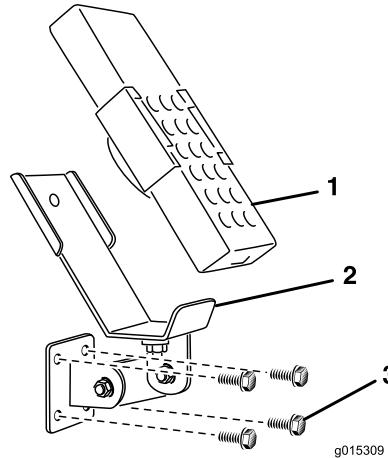
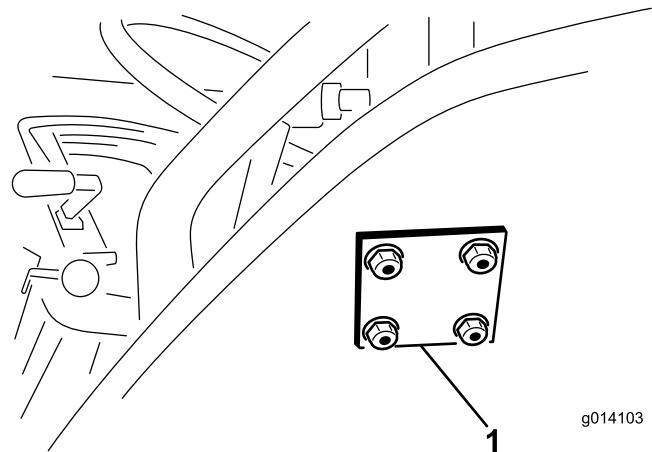

Figure 12
Figure 13
4. Fixez le support et la plaque d'appui avec (4) boulons à embase 5/16 x 1-1/2" et contre-écrous à embase (Figure 12 et Figure 13).